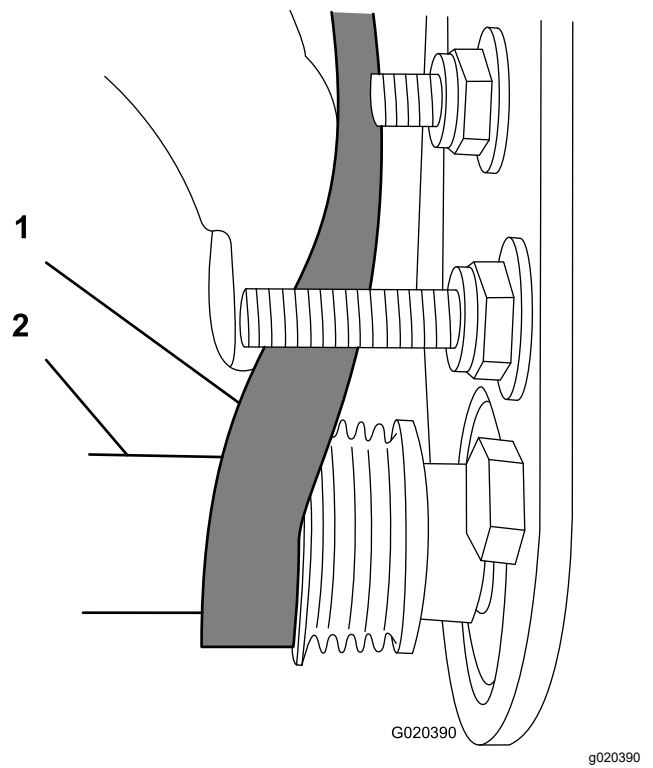

图 15
- 启动**从动**皮带轮上的皮带 图 15。
- 使用深套管9/16 英寸旋转滚筒刷组件并把皮带引入从动皮带轮 图 15。